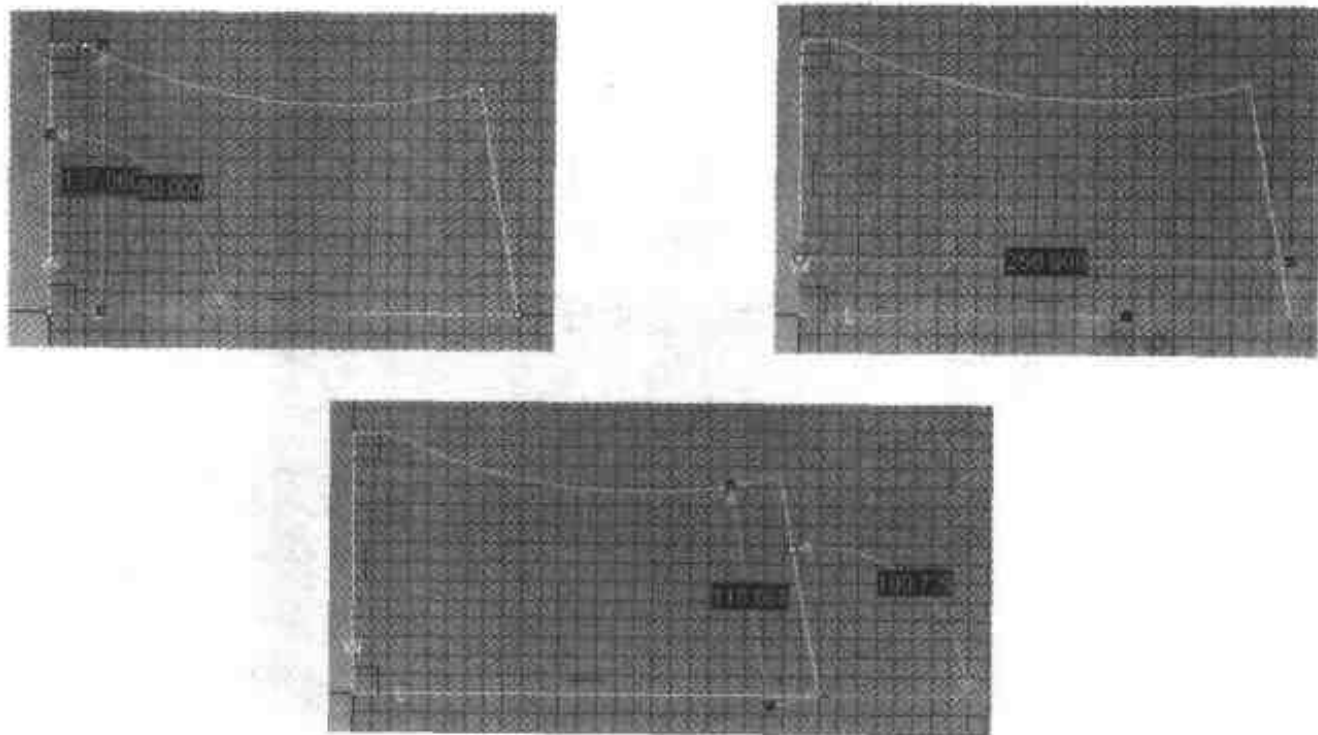

图 2.125 绘制二维截面轮廓线
- (3) 分别作左边的垂线、水平线和右边的角度线，如图2.125所示。